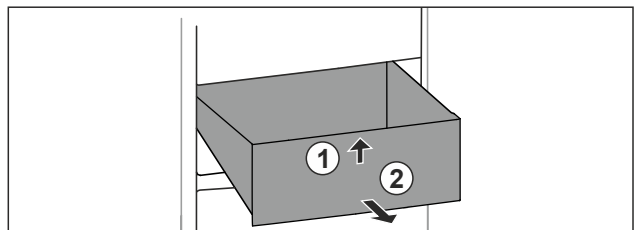

Fig. 68
- ▶ Çekmeceyi ön tarafından kaldırın. Fig. 68 (1)
- ▶ Çekmeceyi öne doğru çıkartın. Fig. 68 (2)